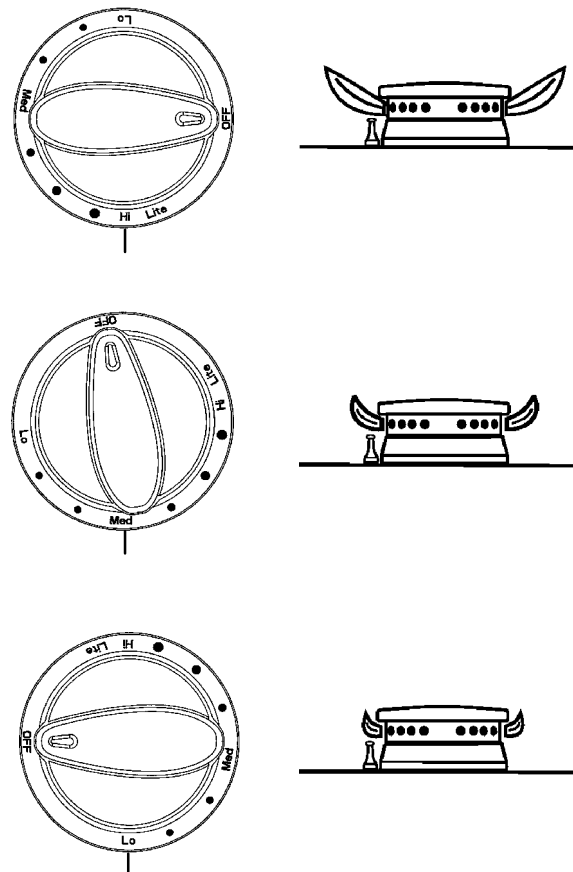

FIGURE 12
Une fois les étapes A, B et C de la conversion terminées, vérifier l'apparence de la flamme de chaque brûleur à feu doux et à plein feu (Hi) par rapport à la figure 12. Si la flamme paraît trop grande ou trop petite, revoir chaque étape pour s'assurer qu'elle a été effectuée correctement.
6. Commencer à la position correspondant au gaz GPL (voir le n 5, page 8, sous C, RÉGLAGE DE LA FLAMME À FEU DOUX), puis tourner la vis dans le sens anti-horaire jusqu'à ce que la flamme se stabilise et ressemble à la flamme illustrée pour le réglage « feu doux » de la figure 12. Une flamme correctement réglée est stable, bleue et d'une longueur minimum. Le réglage final doit être vérifié en faisant tourner le bouton de feu doux à plein feu et vice versa à plusieurs reprises sans que la flamme s'éteigne.
Une fois les étapes A, B et C de la conversion terminées, vérifier l'apparence de la flamme de chaque brûleur à feu doux (Lo) et à plein feu (Hi) contre la figure 12. Si la flamme paraît trop grande ou trop petite, s'assurer que chaque étape a été effectuée correctement.